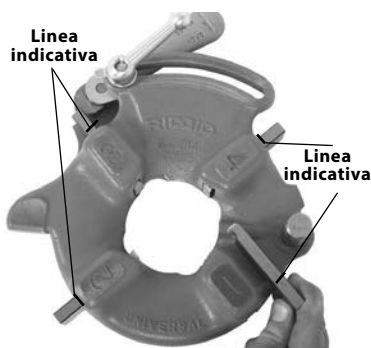

Figura 6 - Inserimento dei pettini
4. Sollevare la linguetta della rondella facendola fuoriuscire dalla fessura nella barra graduata. Spostare la rondella fino all'estremità della fessura (Figura 6).
6. Inserire gli opportuni pettini nella testa portapettini con il margine numerato rivolto verso l'alto, fino a quando la linea dell'indicatore sarà a pari con il margine della testa portapettini (vedere Figura 6). I numeri sui pettini devono corrispondere ai numeri sulle fessure della testa portapettini. Sostituire sempre i pettini come set - non mescolare pettini provenienti da set diversi.